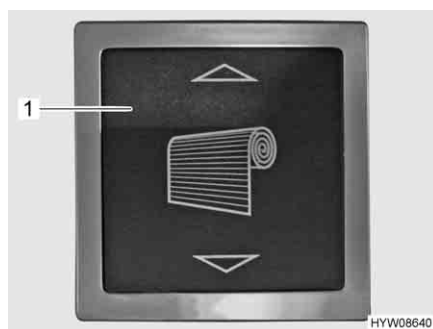
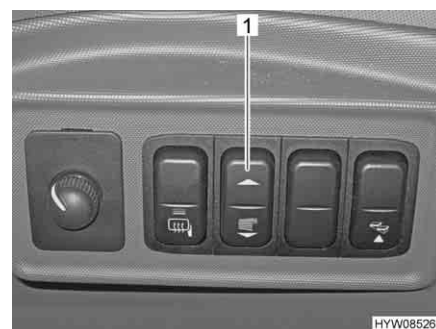

Fig. 43 Pulsante basculante per oscurante a rullo (vano abitabile)
Fig. 44 Pulsante basculante per oscurante a rullo (cruscotto)
- Premere e tenere premuto il pulsante basculante (Fig. 43,1 o Fig. 44,1), finché l'oscurante a rullo (Fig. 41,1) ha raggiunto la posizione desiderata.
- Premere e tenere premuto il pulsante basculante (Fig. 43,1 o Fig. 44,1) finché l'oscurante a rullo ha raggiunto la posizione più alta.